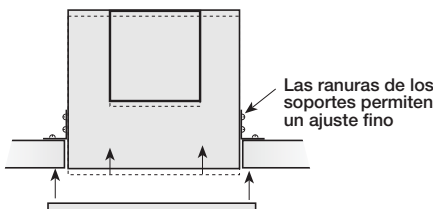

Figura 6 — Ajuste de los Soportes de Montaje
4. Para construcción en bastidor, coloque la unidad entre las vigas. Coloque los soportes de modo que el borde inferior de la carcasa quede a ras con el cielo acabado y apriete los soportes de montaje ajustables; consulte la Figura 6.